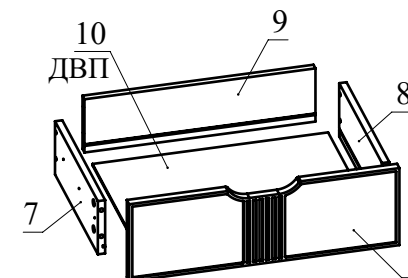
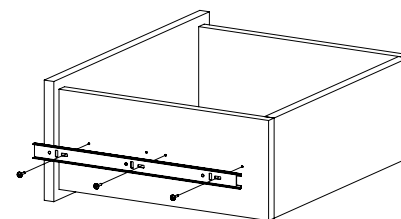

Рис.8
Рис.9
7. Соберите ящик. Для этого соедините детали 7 и 8 с деталью 9 при помощи конфирматов. Вставьте дно ящика 10 из ДВП в пазы деталей 7, 8, 9. Соедините фасад ящика с полученной конструкцией и затяните головки минификсов (Рис. 8). Закрепите внутренние планки направляющих на деталях 7 и 8 шурупами 3,5х16 (Рис. 9). При необходимости регулировки ящика выкрутите шурупы из круглых отверстий и перекрутите в овальные (продольные и вертикальные регулировочные отверстия). Не затягивая до конца шурупы, сместите ответную планку вверх-вниз. Затяните шурупы до конца.